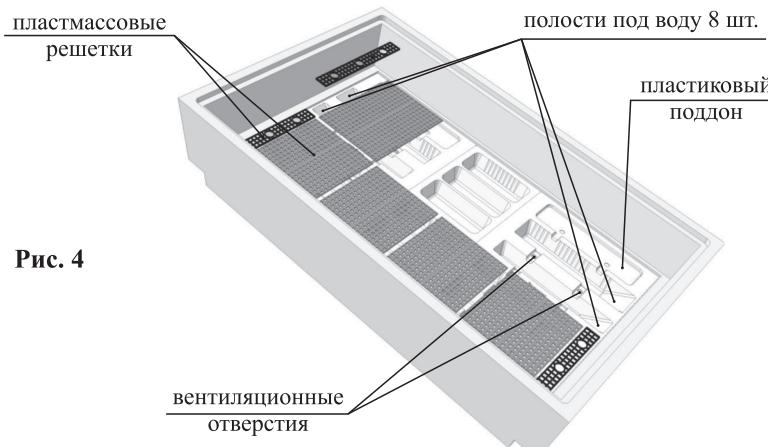

Рис. 4
6.4. Разместите пластиковые поддоны на дне инкубатора (см. Рис.4).
6.5. Разложите пластмассовые решетки на поддоны, начиная с крайних узких решеток (см. Рис.4).